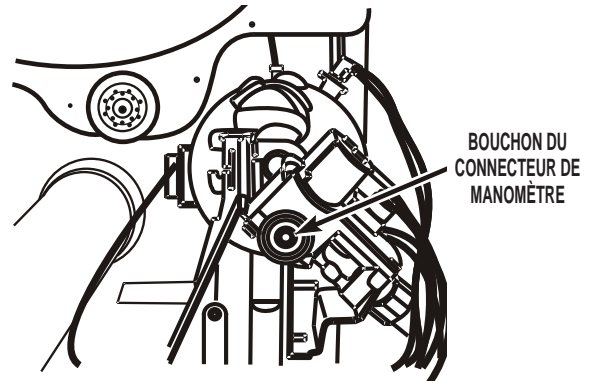

FIGURE 3
- Ôter le bouchon à l'emplacement d'installation du connecteur de manomètre sur l'électrovanne. Voir Figure 3.